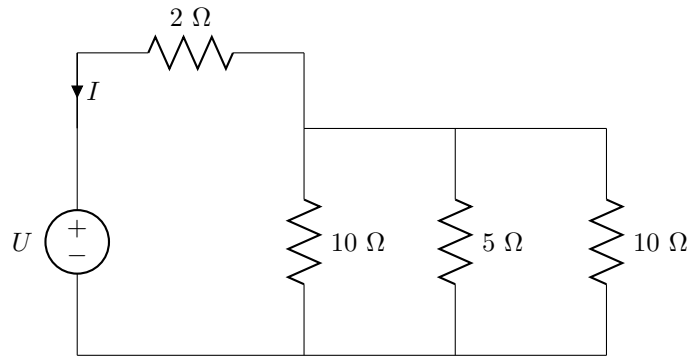

Figura 2.19: Circuito del problema 19.
19. En el circuito de la figura 2.19 calcula: a) el valor de  $I$  si  $U = 126$  V; b) el valor de la intensidad que circula por la resistencia de  $5 \Omega$ ; c) el valor de  $U$  si  $I = 28$  A.